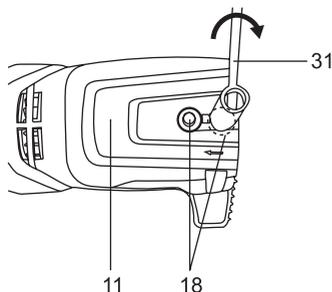

Fig. 10
8. Remontez le cache (11), emboîtez l'arrière du cache puis l'avant, assurez-vous que la goupille est bien en place. Serrez légèrement les écrou de retenue (18) à l'aide de l'outil multifonction (31) (Fig. 10). Ne serrez pas complètement les boulons, car il faut d'abord tendre la chaîne.